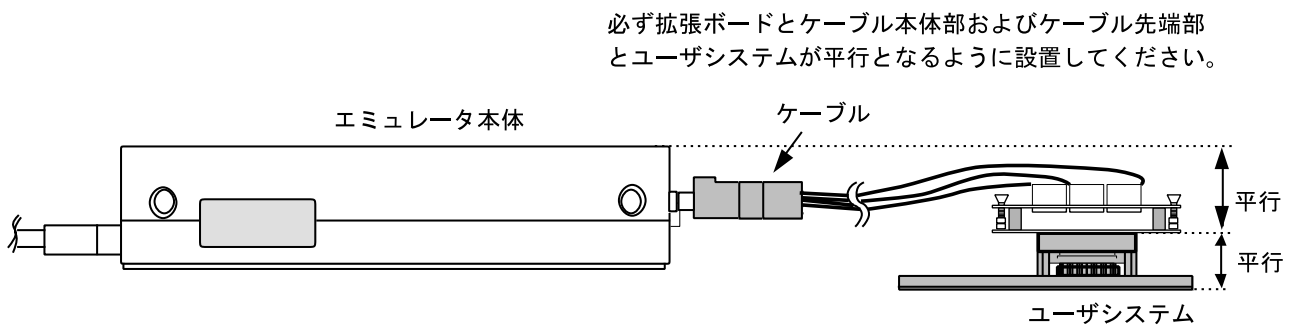

図 11 設置例
- (1) ユーザシステムへの接続時には1ピン位置に十分注意して、誤接続は絶対にしないでください。
- (2) 本ユーザシステムインタフェースケーブルを使用する場合の推奨マウントパット寸法は、MCU 実装用マウントパット寸法とは異なりますので注意してください。
- (3) 本ユーザシステムインタフェースケーブルは、HS2148EPI61H エミュレータ専用ですので、他のエミュレータ本体には使用しないでください。
- (4) ケーブル本体部が断線する可能性がありますので、本ユーザシステムインタフェースケーブルの上に重いものや金属等の角の尖ったものを置かないでください。
- (5) ユーザシステムに接続した状態では、ユーザシステムインタフェースケーブル、特にケーブル先端部に無理な力が加わらないように注意する必要があります。図11の設置例を参照してご使用ください。